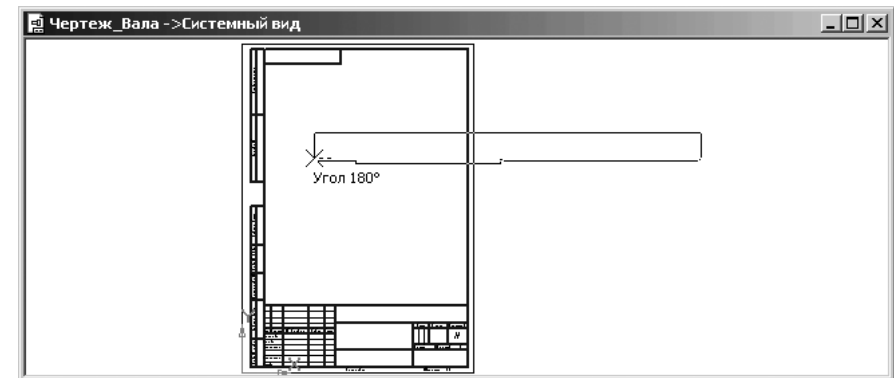

Рис. 4.94. Главное окно системы в режиме ввода копии эскиза для создания чертежа
- переместите указатель курсора с фантомом эскиза вала в область форматки. Как видно эскиз вала не помещается на форматку А4. Возможное состояние системы показано на рис. 4.94.